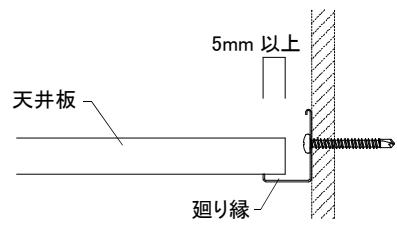

図2-8-1 天井板を片寄せした場合
- ①Hバーを天井板の長さに合わせてカットする。なお、Hバー、天井板ともに、落下防止のため、片寄せした場合でも5mm以上の載せ代が確保されるよう注意すること。(図2-8-1参照)